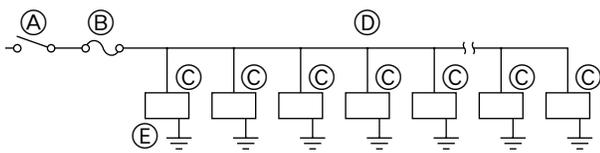

Fig. 6-1
6.1. Power supply wiring (Fig. 6-1)